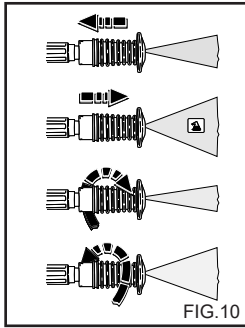

FIG.10
**USO DELL'UGELLO REGOLABILE MULTIREG (Fig. 10).**